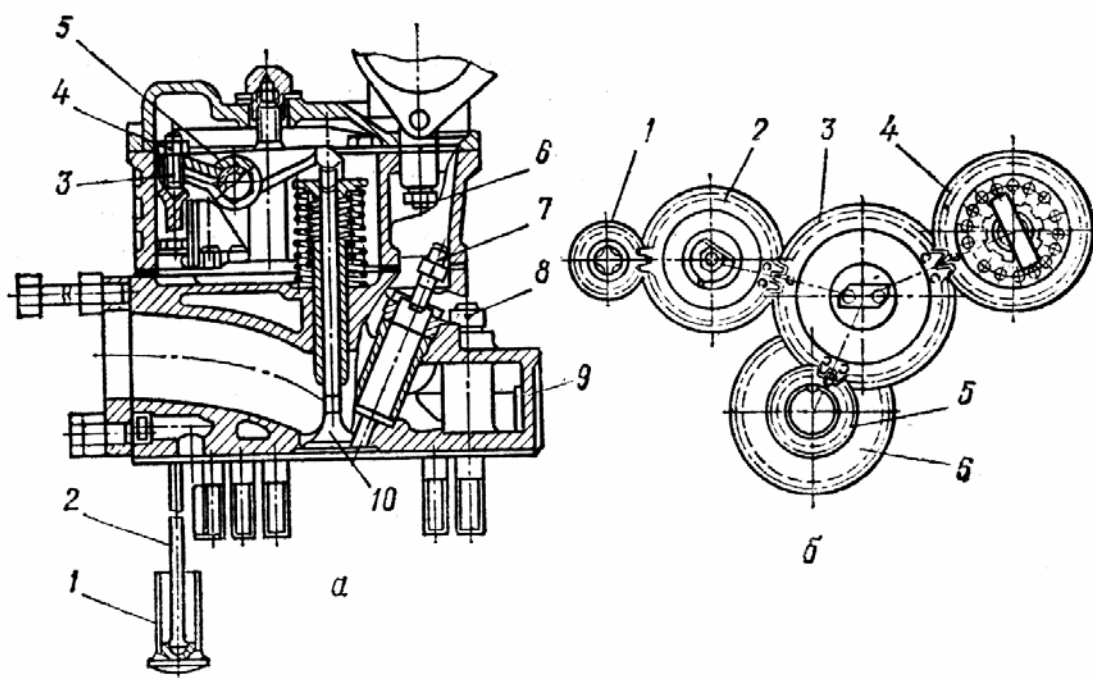

Рис. 1.12. Газораспределительный механизм двигателя Д-240:
6. Рассмотрите детали клапанного механизма (рис. 1.12, а). Решите, почему тарелки клапанов имеют различный диаметр. Запомните: фаска тарелок клапанов наплавлена прочным металлом на никелевой основе. Уясните, между какими деталями клапанного механизма зажаты две пружины.
Рассмотрите распределительные шестерни (рис. 1.12, б) и определите назначение каждой из них. Ознакомьтесь с конструкцией толкателя. Нижняя поверхность толкателя имеет сферическую форму днища. Определите, для чего это нужно.